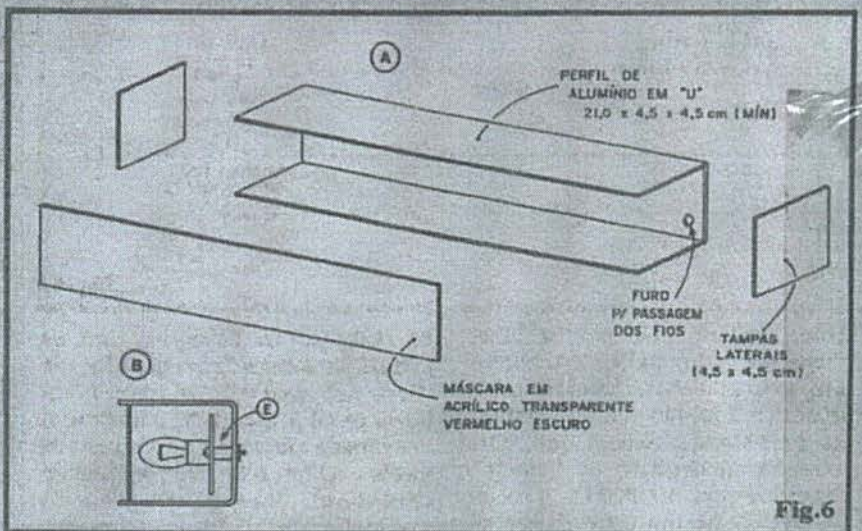

Fig. 6
- FIG. 6 - FAZENDO UMA CAIXA (ELEGANTE E RESISTENTE) PARA A LUFSSMA - Com os materiais relacionados no item "OPCIONAIS/DIVERSOS" da LISTA DE PEÇAS, será fácil elaborar um container de aparência profissional para o circuito... A vista "explodida" da fig. 6 mostra o "corpo" da caixa, feito com o perfil de alumínio em "U", as tampinhas laterais (quadrados de placa fina de alumínio, ou mesmo plástico, fibra, etc.) e a "janela" ou máscara frontal (em acrílico transparente vermelho escuro). As fixações do conjunto ilustrado em 6-A poderão ser feita com parafusos/porcas e/ou adesivos fortes (de epoxy ou de ciano-acrilato, tipo "Araldite" ou "Superbond"...). Em 6-B vemos como a placa deve ser fixada no interior do "U" de alumínio, devendo ser tomado o cuidado de não permitir o contato das pistas e ilhas cobreadas (e pontos de solda, "salientes"...) com a face interior do "fundo" do "U". Para tanto, espaçadores em "torre", feitos de material isolante, devem ser dispostos sobre os parafusos longos de fixação, na posição (E). Como a placa (mesmo incluindo
- FIG. 7 - ACABAMENTO E INSTALAÇÃO - No item A da figura, vemos a LUFMSA já devidamente "acabada", com sua caixa fechada (feita de acordo com o exemplo da fig. 6). Para facilitar e tornar mais elegante a fixação do conjunto no interior do veículo, convém acrescentar um pequeno suporte, na forma de um "taquinho" em forma de prisma trapezoidal (qualquer material, mesmo madeira...), e cuja fixação à caixa principal pode ser feita com um pedaço de fita adesiva (double face, forte (ver perfil em 7-B...)). A própria fixação final da LUFMSA no seu local definitivo de uso, também poderá ser promovida com o auxílio dessa fita adesiva que "cola dos dois lados", e apresenta aderência bastante firme, capaz de suportar vibrações... Os dois locais opcionais de fixação do equipamento estão sugeridos no item C da figura, ou seja: junto à parte interior central do topo do vidro traseiro, ou no centro da sua parte inferior... Qualquer das posições indicadas proporcionará excelente visibilidade ao motorista que vem atrás... Quem pretender uma fixação mais firme, poderá ainda recorrer à braçadeiras, cantoneiras ou grampos metálicos, que apresentem furação compatível com a passagem de parafusos auto-atarachantes, os quais poderão ser rosqueados em furos previamente demarcados na estrutura interna do veículo... A fixação com fita double-face, contudo, permite a retirada relativamente fácil do dispositivo (se e quando isso for requerido...) sem deixar "marcas" definitivas no veículo... A escolha é do Leitor/Hobbysta. Ainda na fig. 7, no item D, temos uma su-